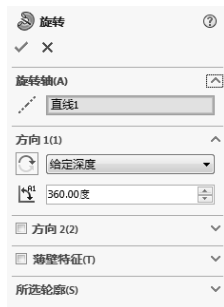

图 7-29 创建接口基体端部实体
4) 创建接口基体端部实体。单击“特征”控制面板中的 (旋转凸台/基体) 按钮, 弹出“旋转”属性管理器; SOLIDWORKS 会自动将草图中唯一的一条中心线作为旋转轴。设置旋转类型为“给定深度”, 在 (角度) 文本框中输入“360”, 其他选项设置如图 7-29 所示, 单击 (确定) 按钮, 生成接口基体端部实体。